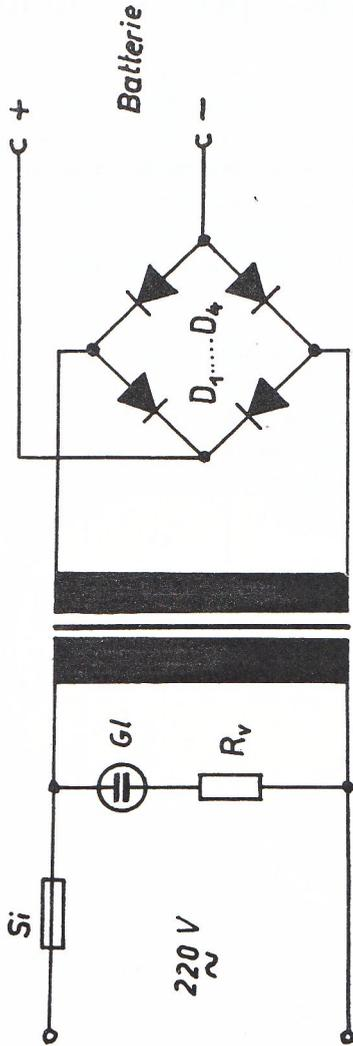

Bild 5 Batterieladegerät kleiner Leistung
Zur Ladung kleiner Batterien und für das ständige Nachladen von Kfz.-Batterien im Winterbetrieb, ohne dieselben auszubauen, ist die in Bild 5 gezeigte Schaltung geeignet. Der Ladestrom sinkt mit steigender Batteriespannung ab, so daß keine Überladung der Batterie erfolgen kann.
- Im Anleitungsheft des Bastlerbeutels 1 ist in Bild 5 eine Meßschaltung zur Bestimmung der Großsignalstromverstärkung B angegeben.